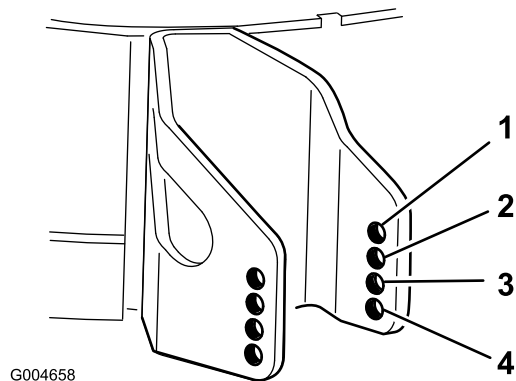

Figure 26
- Choisissez le trou qui convient pour que le galet anti-scalp se trouve le plus près possible de la hauteur de coupe correspondante voulue (Figure 26).